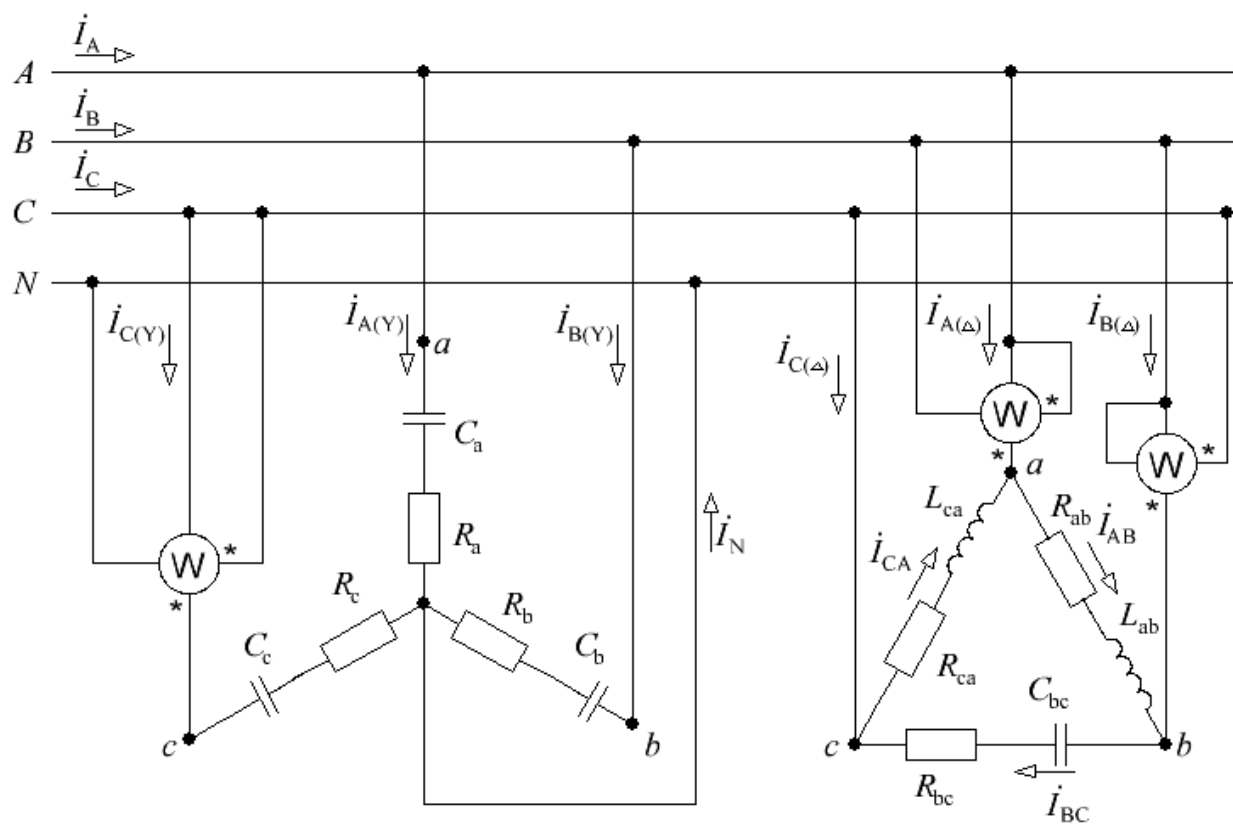

Рисунок 15 –Схема включения ваттметров
4. Составим схему включения ваттметров для измерения активной мощности каждого трехфазного приемника (см. рис. 15).